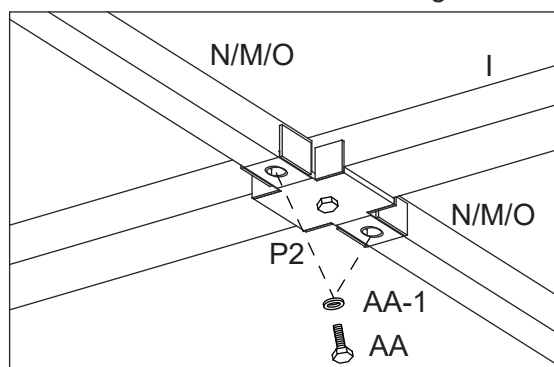

Figure 10-3
10.3 . Fixez les supports horizontaux du toit (N, M et O) au connecteur (P2) à l'aide de boulons (AA) et de rondelles (AA-1). Voir figure 10-3.